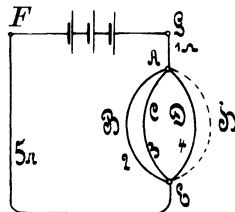

Fig. 13.
82. Gegeben sind 3 [5] (10) hintereinander geschaltete Elemente von je 1,1 [1,8] (1,47) V elektromotorischer Kraft und einem inneren Widerstand von 1,2 [0,24] (0,2) Ω . Die Widerstände des äußeren Kreises sind (Fig. 13) $GA = 1$ [2] (3) Ω , $ABE = 2$ [3] (2,5) Ω , $ACE = 3$ [4] (3,5) Ω , $ADE = 4$ [5] (6) Ω [$AHE = 6 \Omega$] und $EF = 5$ [7] (0,6) Ω . Der Punkt G ist zur Erde abgeleitet, wodurch erreicht wird, daß das Potential in G Null ist. Gesucht wird